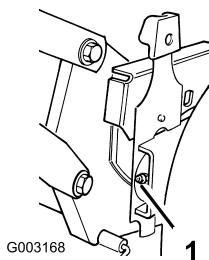

Figure 20
2. Essuyez les graisseurs à l'aide d'un chiffon propre (Figure 20).